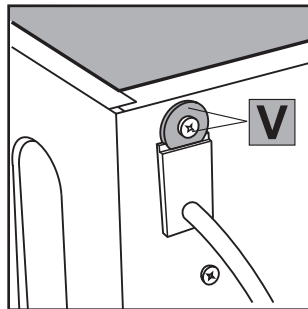

Fig. 15
4. Extraiga el tornillo y la arandela V [fig. 15], que sirven de sujeción al pasacables.